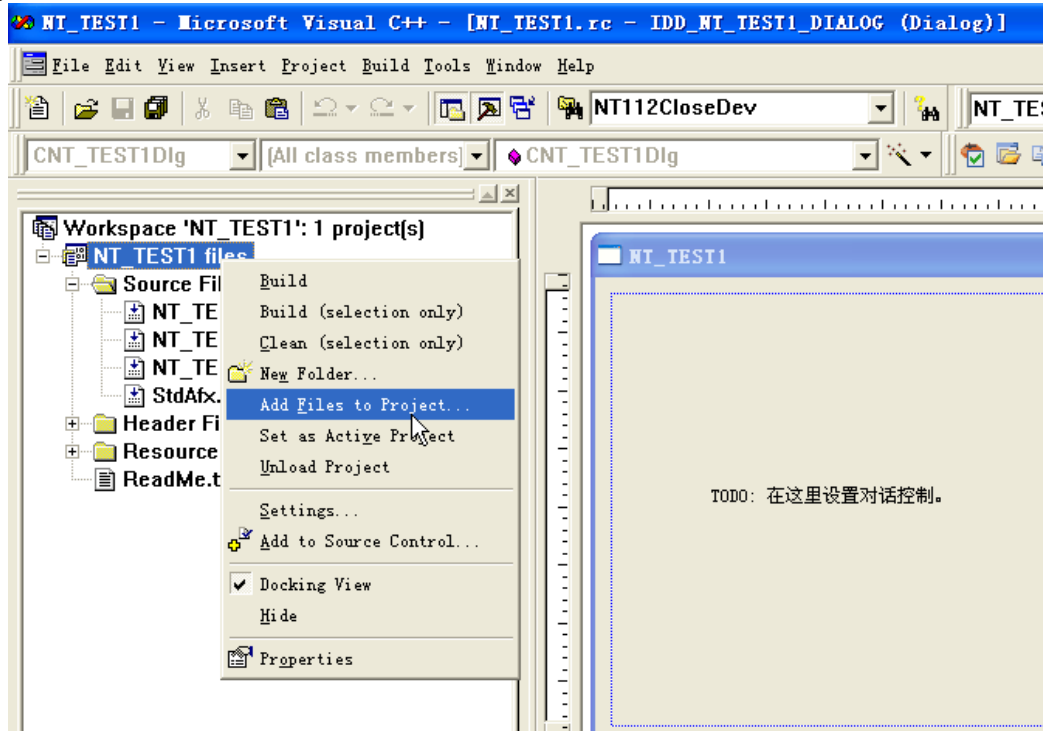
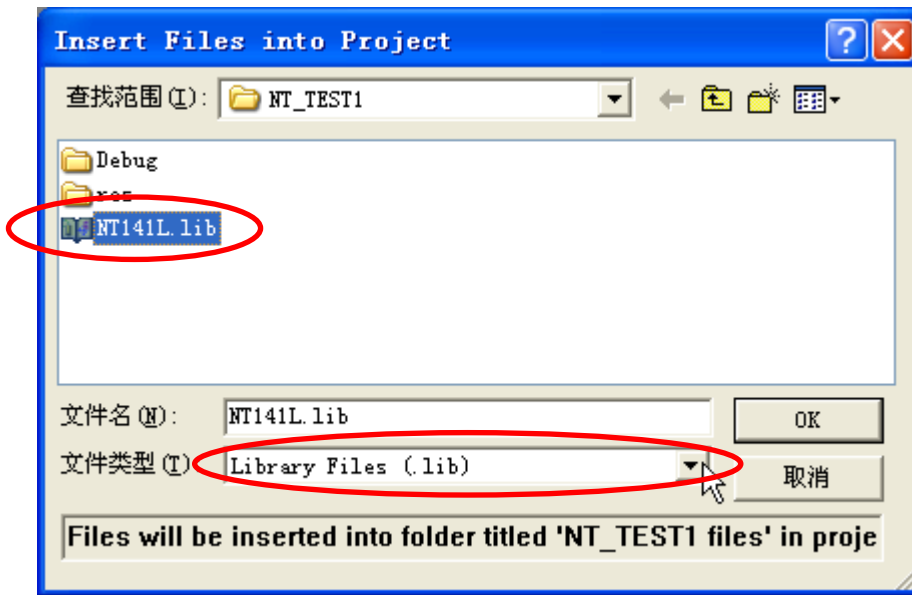
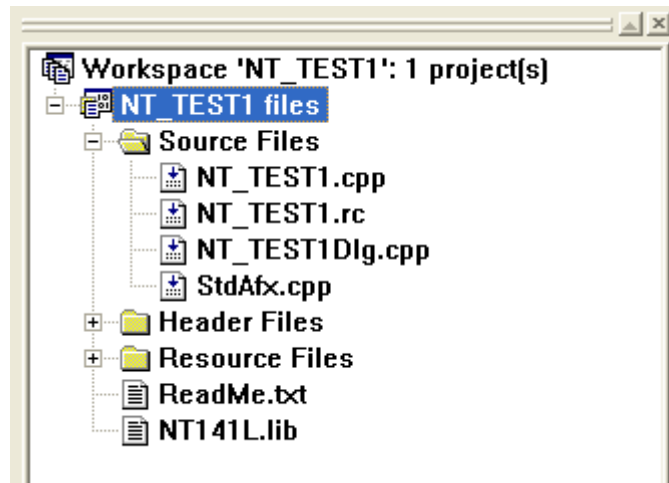

图 5.5 选择 Add Files to Project 子菜单
图 5.6 选择工程目录下的 NT141L.LIB 文件
图 5.7 添加 NT141L.LIB 文件后的 FileView 页面
(3) 在FileView页面中右击“NT_TEST1 files”，在弹出的浮动菜单中选中“Add Files to Project...”，再将工程目录下的NT141L.lib文件添加进工程，如图5.5、图5.6、图5.7所示。